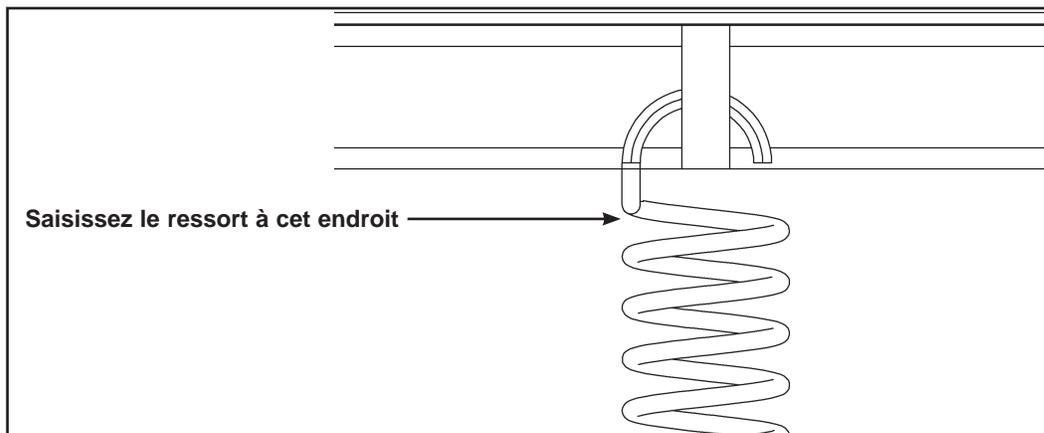

Figure 8
7. Connectez l'extrémité supérieure de chaque ressort (reportez-vous aux étapes 7A - D, figures 8 et 9.)